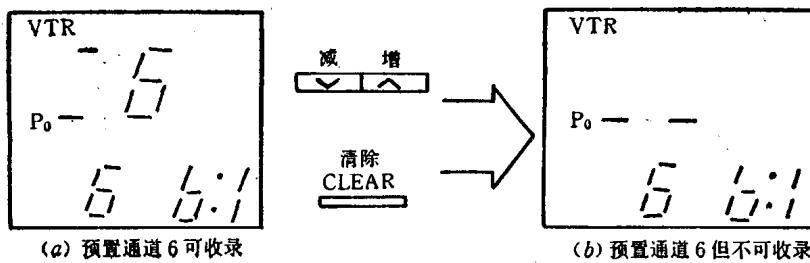

图 1-1-10 清除记录预置通道
(3) 确认选定的频道所在的预选通道与允许录像的监看通道数一样，即多功能显示屏上 VTR 右下方的数与 P₀ 右下方的数一样。
(4) 消去不需要记录的预选通道。由于录像机的预选通道较多，而每个城市的可接收频道远小于可调数，故为了选录的方便可以将不需要调谐记录的预选通道消去，跳过这些搜索调整，故可用清除键消去这些数字。如图 1-1-10 所示的(a)，为调谐在第 6 预选通道，但不想记录，则可按一次清除键，就会使 VTR 下面的数字消去，这样即使再预选在第 6 预选通道也不能做录像操作。如果想恢复第 6 预选通道录像可再按一次此键，仍可回到(a)状态。